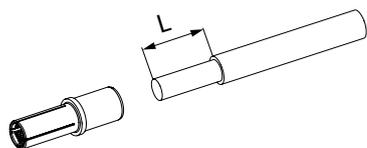
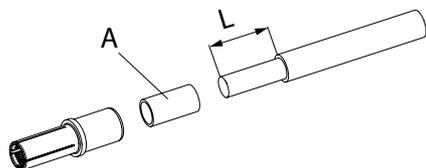

Abb. 7:
Abb. 8:
1. Kabel für die Haupt- und PE-Kontakte - je nach Kabelquerschnitt - auf Länge L abisolieren, wie in nachstehender Tabelle angegeben (**Abb. 7**). Falls eine Reduzierung des Anschlussquerschnitts erforderlich ist, Reduzierhülse (A) verwenden (**Abb. 8**).